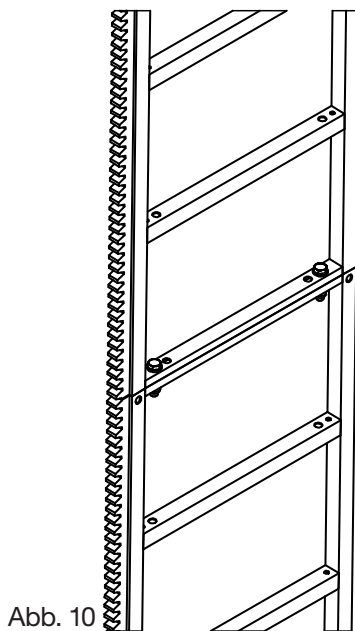

Abb. 10
4. Die Verbindungsschrauben zwischen den Leitersektionen festziehen (Abb. 10).